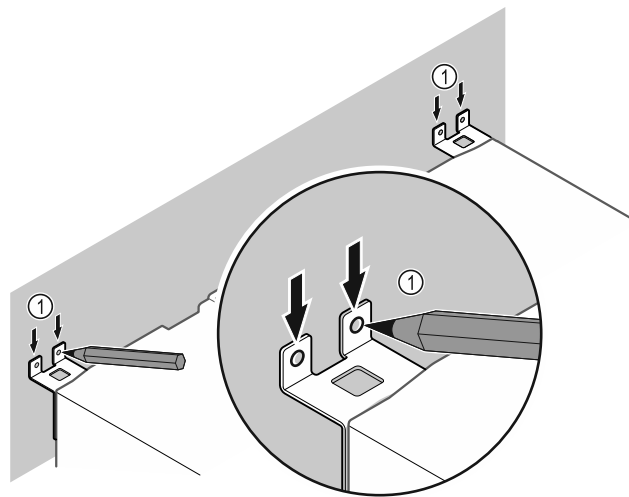

Fig. 9
- ▶ Sett merker på veggen Fig. 9 (1).